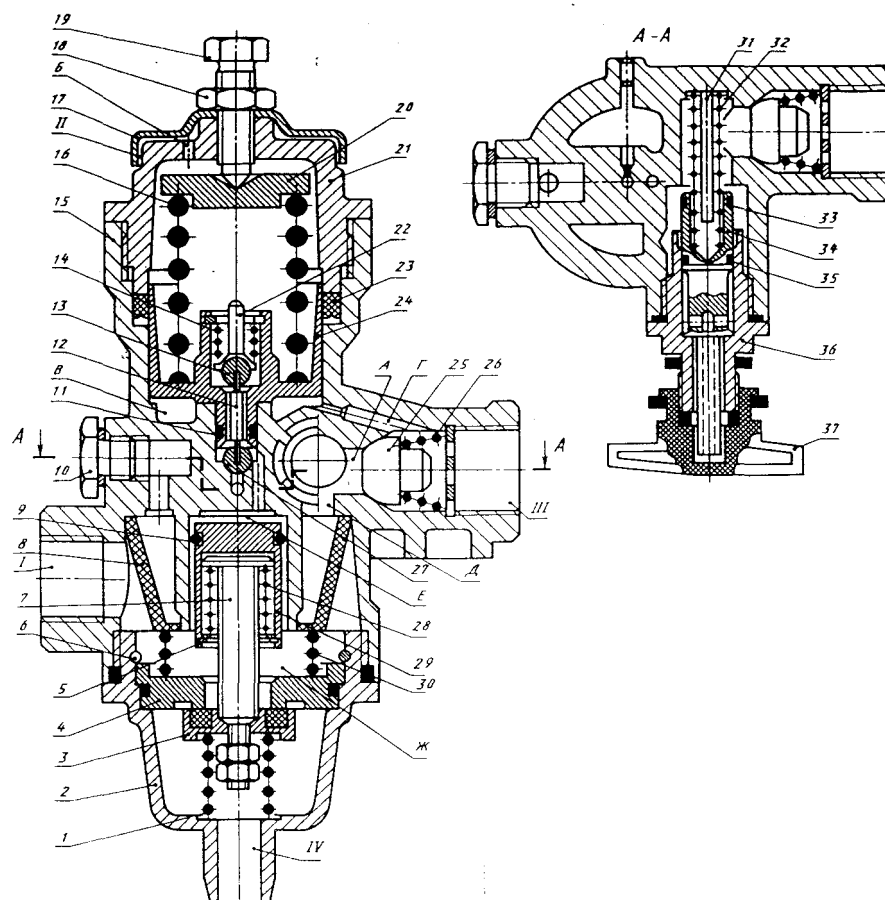

Рис. 63 Регулятор давления
1. РЕГУЛЯТОР ДАВЛЕНИЯ (рис. 63)